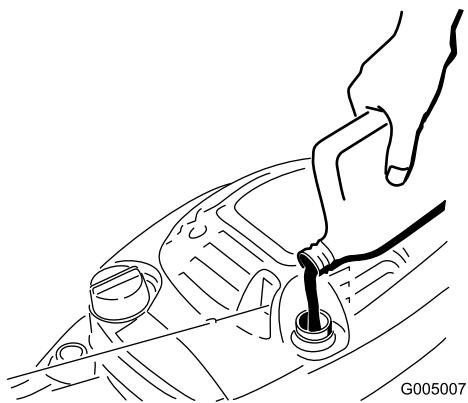

Figura 35
- Vierta lentamente aceite en el tubo de llenado hasta que el nivel llegue a la marca **Full** de la varilla (Figura 35). **No llene demasiado.** (Capacidad máxima: 0,6 l (20 onzas), tipo: SAE 30W, aceite detergente con clasificación de servicio API SF, SG, SH, SJ, SL o superior.)